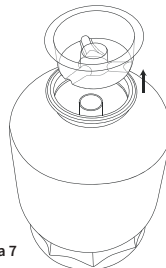

Figura 7
- d. Una vez agregada la arena en el modelo con válvula superior retire la tapa plástica (Figura 7).